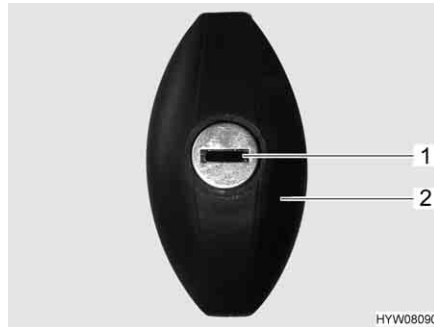

Fig. 57 Serratura dello sportello (ellittico, chiuso)
- Inserire la chiave nel cilindro della serratura (Fig. 57,1) e ruotare in senso antiorario di un mezzo giro. La maniglia della serratura (Fig. 57,2) scatta all'infuori.